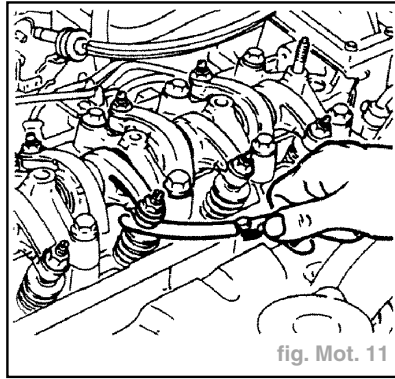

fig. Mot. 11
- Contrôler avec une jauge d'épaisseur, le jeu entre culbuteur et soupape (fig. Mot. 11).